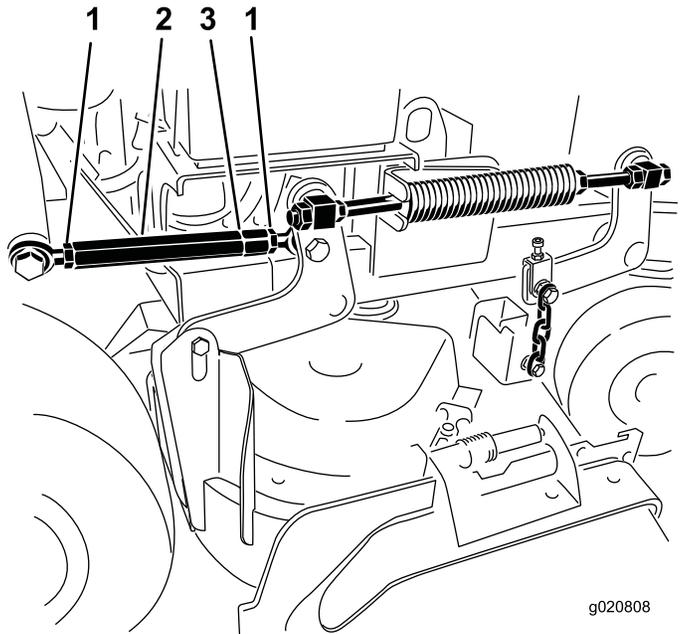

Рисунок 86
4. Ослабьте контргайки на обоих концах винтовой стяжки (Рисунок 86).
Примечание: Конец винтовой стяжки с канавкой имеет левую резьбу (Рисунок 86).